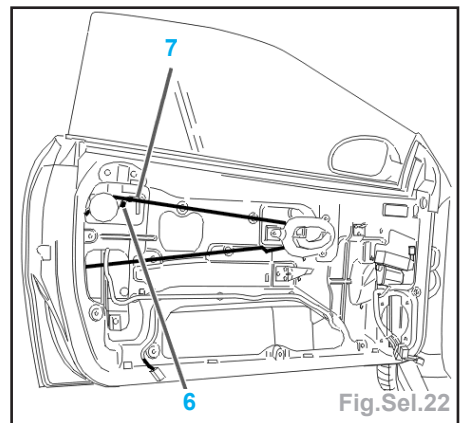

Fig.Sel.22
- Serrer la fixation inférieure (6) du chariot mobile de guide AR à $0,5\text{ daN.m}$ (Fig.Sel.22).
- Serrer la fixation (7) à $0,5\text{ daN.m}$.